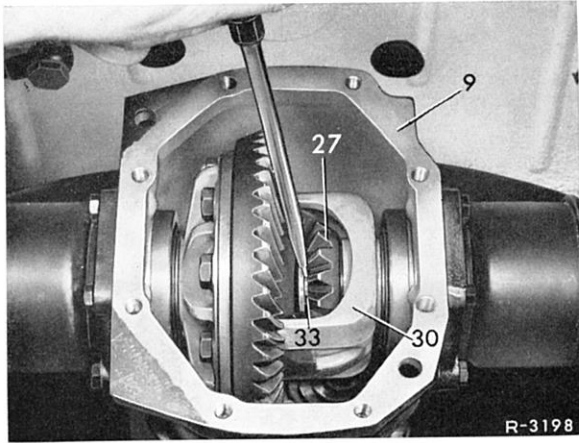

Bild 35-1/2
4 Links und rechts Sicherungsring (33) zwischen innerem Gleichlaufgelenk und Hinterachswellenrad (27) mit einem Schraubenzieher aus der Nute stoßen bzw. mit einem Haken an der Öse abziehen und aus dem Gehäuse nehmen (Bild 35-1/2).